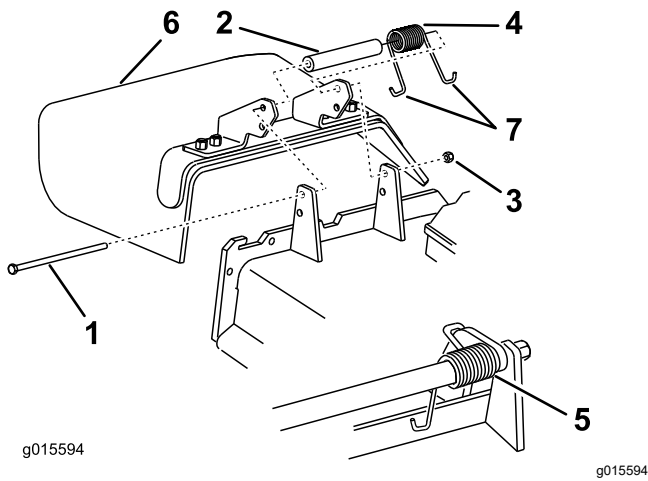

Bild 87
1. Entfernen Sie die Sicherungsmutter, Schraube, Feder und das Distanzstück, mit denen das Ablenkblech an den Schwenkhalterungen befestigt ist (Bild 87).
2. Entfernen Sie defekte oder abgenutzte Ablenkbleche (Bild 87).
- Hinweis:** Achten Sie darauf, dass ein J-förmiges Federende hinter der Mähwerkante befestigt ist, bevor Sie die Schraube einsetzen, wie in Bild 87 abgebildet.
- Führen Sie das J-förmige Hakenende der Feder um das Ablenkblech (Bild 87).